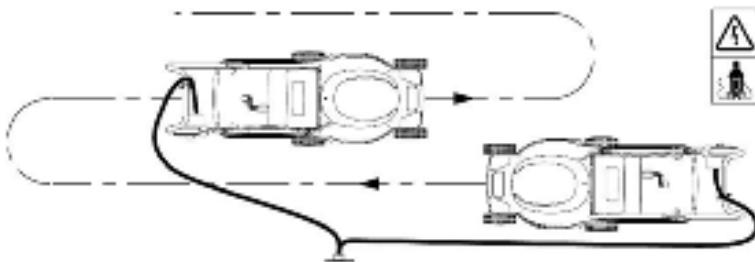

Рис. 12
- Не косите по кругу. Будьте внимательны, когда собираетесь переместить газонокосилку вперед и назад по газону. Рекомендуется обрабатывать газон по схеме, представленной ниже (Рис. 12), избегая перекручивания кабеля питания и проезда по участку, где он находится, т.к. есть риск повредить его.